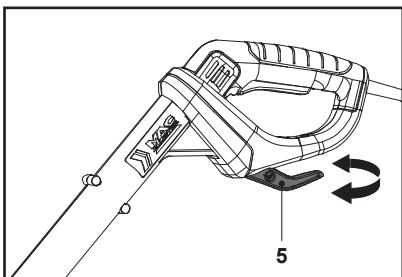

Fig. 27
- Empuje el protector de plantas (13) si es necesario.
- Gire la sujeción del cable (giratoria) (5) y asegúrese de que la punta de esta sujeción (giratoria) (5) esté orientada hacia detrás (Fig. 27).